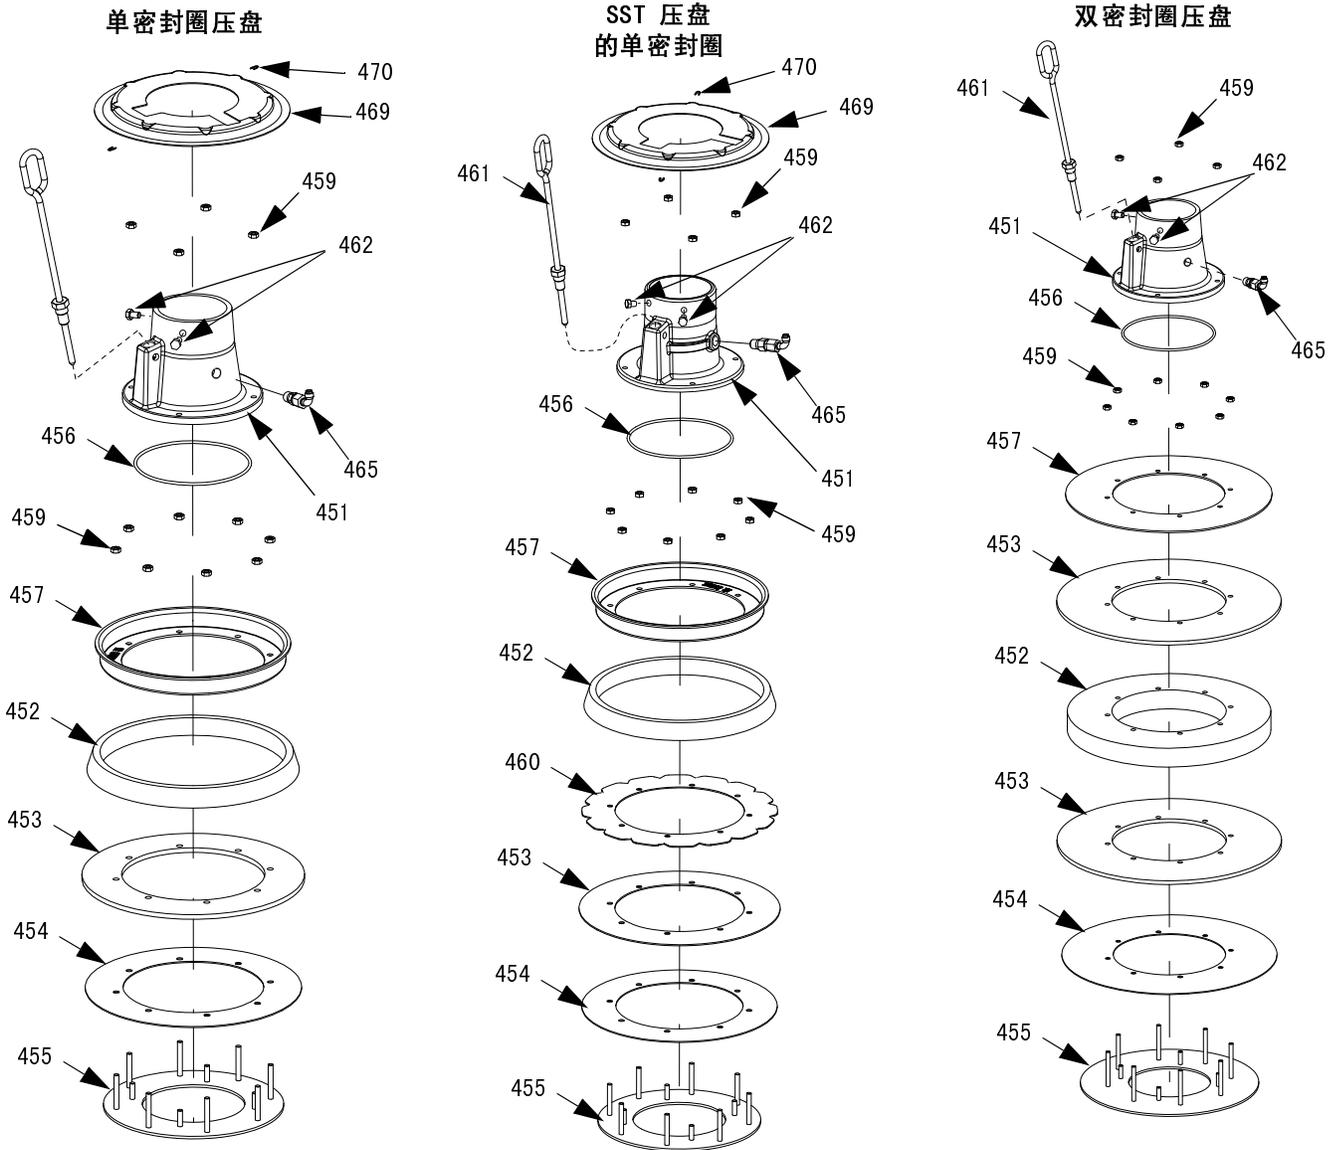

图 10: 60 升 (16 加仑) 单密封圈组件和双密封圈组件
1. 卸下密封圈组件；参见：图 10：
- a. 用于所有单密封圈压盘：用尖嘴钳卸下两个卡夹 (470)，并卸下压盘盖 (469)。
- b. 卸下将密封圈组件固定在压盘罩 (451) 上的八个螺母 (459)，并卸下密封圈组件。
2. 卸下密封圈组件上的八个螺母 (459)。
3. 分开顶板 (457)、垫片 (452)、密封圈 (453)、密封圈座 (454) 和底板 (455)。